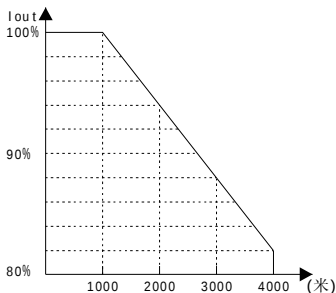

图1-3 变频器额定输出电流与海拔高度降额使用关系
1.3.12 在海拔超过1000米的地区，由于空气稀薄而使变频器散热效率低，需降额使用。下图1-3所示为变频器额定输出电流与海拔高度降额使用关系。